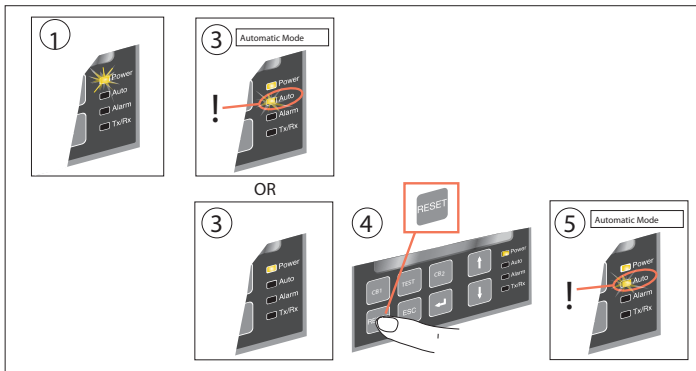

图5.3 ATS022装置进入自动模式示意图
- 确保Power LED亮，见图5.3/1。
- 如果Auto LED亮，则装置已处于自动模式,见图5.3/3。
- 如果Auto LED熄灭,按RESET按钮,见图5.3/4,Auto LED亮,表示装置进入自动模式,见图5.3/5。